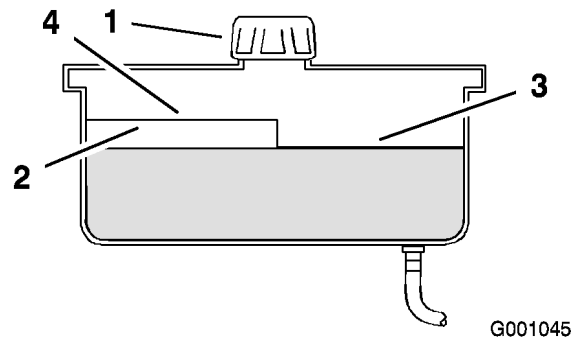

Bild 62
2. Reinigen Sie den Bereich um den Einfüllstutzen des Hydraulikbehälters (Bild 62).
3. Drehen Sie den Deckel vom Einfüllstutzen ab. Schauen Sie in den Stutzen um sicherzustellen, dass Öl im Behälter ist (Bild 62).
- Hinweis:** Der Füllstand sollte bei heißem Öl die Oberkante der heißen Einfüllmarkierung der Zwischenplatte erreichen (Bild 62).